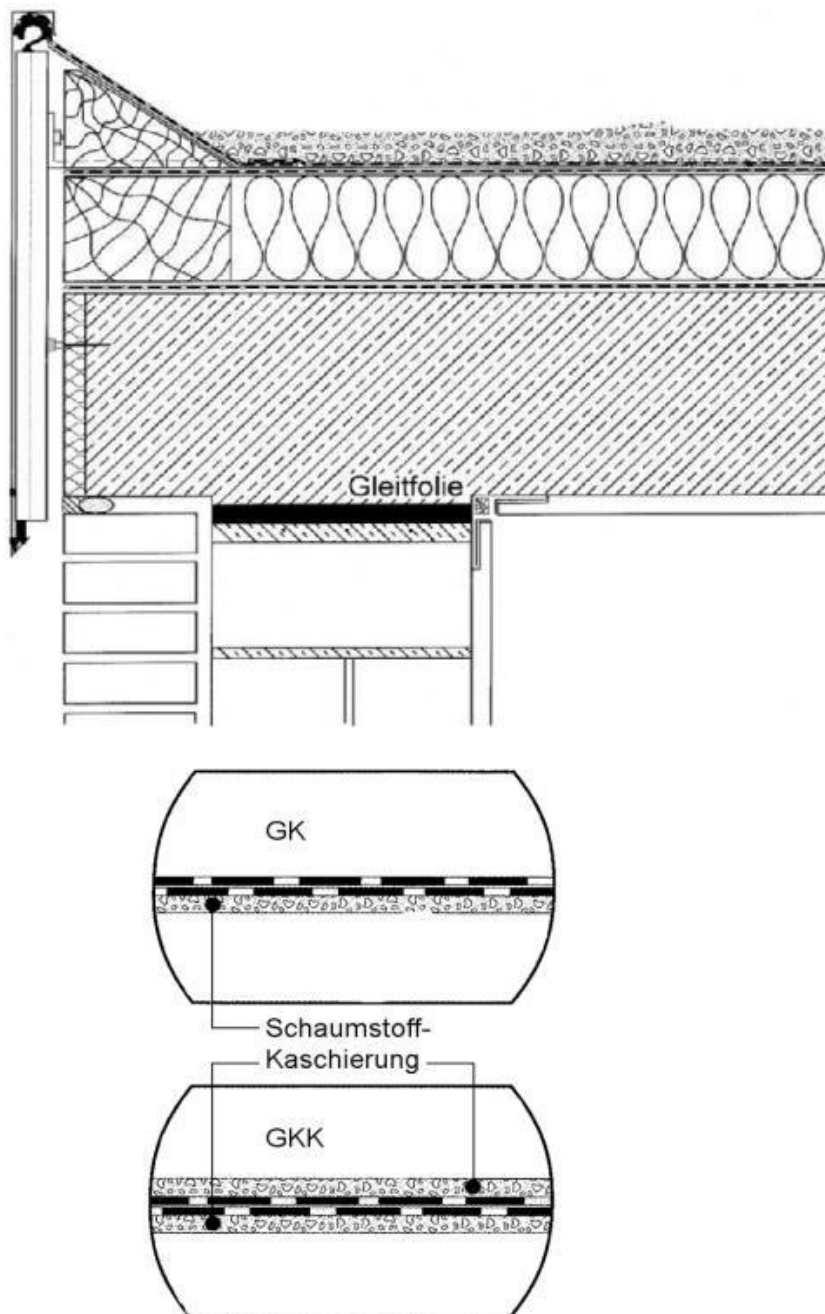

Bild 2: Verlegebeispiel von Gleitfolie **BT Typ GK & GKK**
- Bei einseitig kaschierter Gleitfolie: Im Regelfall Kaschierung unten. (s. Bild 2 GK)